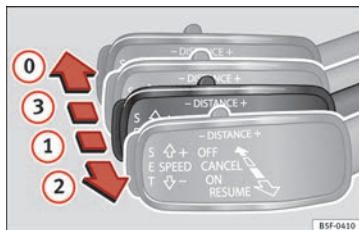

Fig. 154 À esquerda da coluna de direção: terceira alavanca para utilizar o controlo adaptativo de velocidade.
A distância em função da velocidade em relação ao veículo precedente pode regular-se no sistema Easy Connect em 5 níveis » **Fig. 154** **Página 17.**
É possível ativar novamente o ACC puxando a alavanca para a posição ② » Fig. 154.